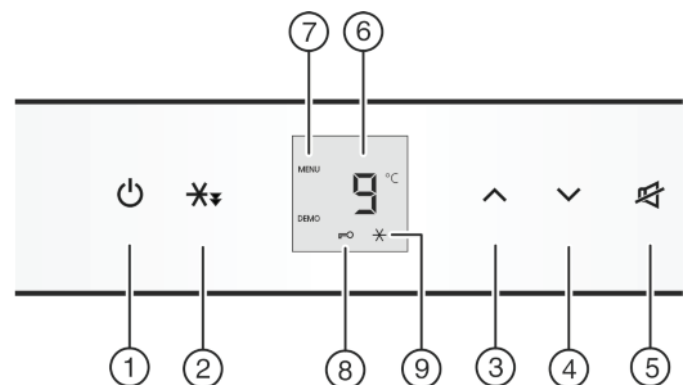

Fig. 2
- ▶ Toets On/Off *Fig. 2 (1)* indrukken.
- ▶ Instelmodus activeren: Druk ca. 5 s op de knop Snelkoelen *Fig. 2 (2)*.
- ▶ Voor het inschakelen van de kinderbeveiliging dient u kort de knop Snelkoelen *Fig. 2 (2)* in te drukken.
- ▷ Het symbool kinderbeveiliging *Fig. 2 (8)* brandt. Op de display knippert **c**.
- ▶ Voor het uitschakelen van de kinderbeveiliging dient u kort de knop Snelkoelen *Fig. 2 (2)* in te drukken.
- ▷ Het symbool kinderbeveiliging *Fig. 2 (8)* dooft. Op de display knippert **c**.
- ▶ Instelmodus deactiveren: toets On/Off *Fig. 2 (1)* indrukken.
- ▶ Toets Alarm *Fig. 2 (5)* indrukken.
- ▶ Temperatuur hoger instellen: insteltoets Up *Fig. 2 (3)* indrukken.
- ▶ Temperatuur lager instellen: insteltoets Down *Fig. 2 (4)* indrukken.
- ▶ Druk kort op de toets Snelkoelen *Fig. 2 (2)*.
- ▷ Het symbool Snelkoelen *Fig. 2 (9)* brandt op het display.
- ▷ Het symbool Snelkoelen *Fig. 2 (9)* dooft op het display.